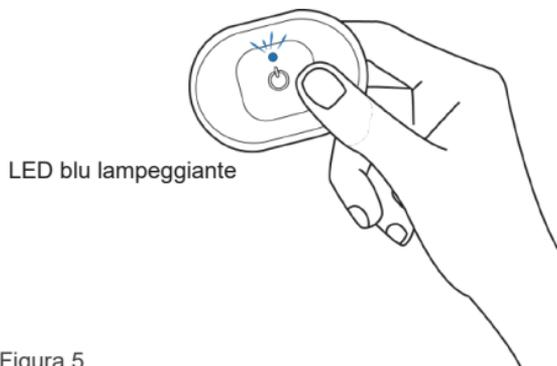

Figura 5.
1) Accendere l'unità elettronica premendo il mini-interruttore sotto il simbolo di accensione per almeno due secondi. Ad ogni accensione viene eseguito un controllo iniziale sui componenti principali identificato da un LED verde seguito da una serie di lampeggi rossi. Se il test è positivo inizierà la sequenza di accensione : LED verde - LED rosso lampeggiante - LED blu lampeggiante ad indicare che il dispositivo è pronto per il collegamento Bluetooth (figura 5).